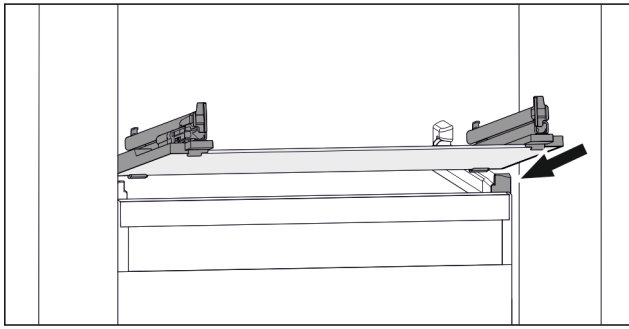

Fig. 138 Exemple de représentation de la tablette en verre
- Placer la tablette en verre, en l'inclinant, derrière les butées. (voir Fig. 138)